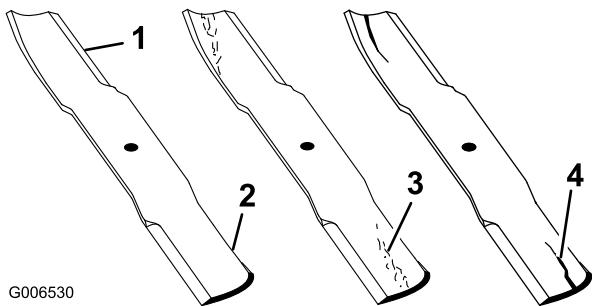

Figura 44
1. **Inspeccione as extremidades de corte (Figura 44).** Se as extremidades não estiverem afiadas ou estiverem amolgadas retire e afie as lâminas; consultar Afiar as lâminas
2. **Inspeccione as lâminas, especialmente a área em curva (Figura 44).** Se verificar quaisquer danos, desgaste, ou a formação de ranhuras nesta área (item 3 em Figura 44), instale imediatamente uma lâmina nova.